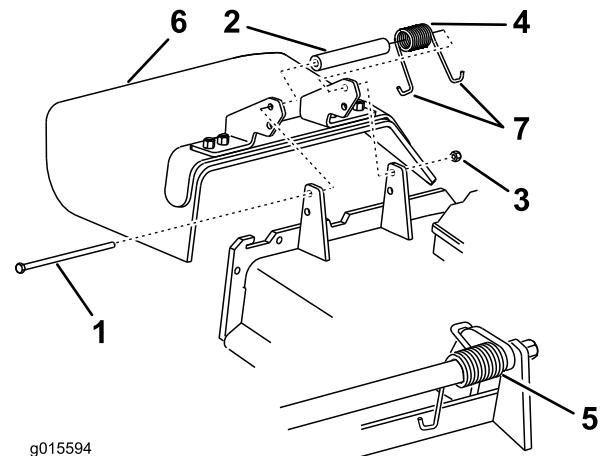

Figura 98
1. Retire la contratuerca, el perno, el muelle y el espaciador que sujetan el deflector a los soportes de pivote (Figura 98).
2. Retire el deflector de hierba dañado o desgastado (Figura 98).
Nota: Asegúrese de colocar un extremo con gancho en J del muelle detrás del reborde de la carcasa antes de instalar el perno, según se muestra en Figura 98.
6. Coloque 1 extremo en J del muelle alrededor del deflector de hierba (Figura 98).